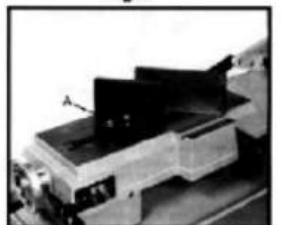

Fig.8
2. Den Schraubstock positionieren und wie in Abb. 8 dargestellt wieder einbauen.
4. Stellen Sie den beweglichen Schraubstock parallel zum festen Schraubstock ein, indem Sie die Schraube (A, Abb. 8) lösen.